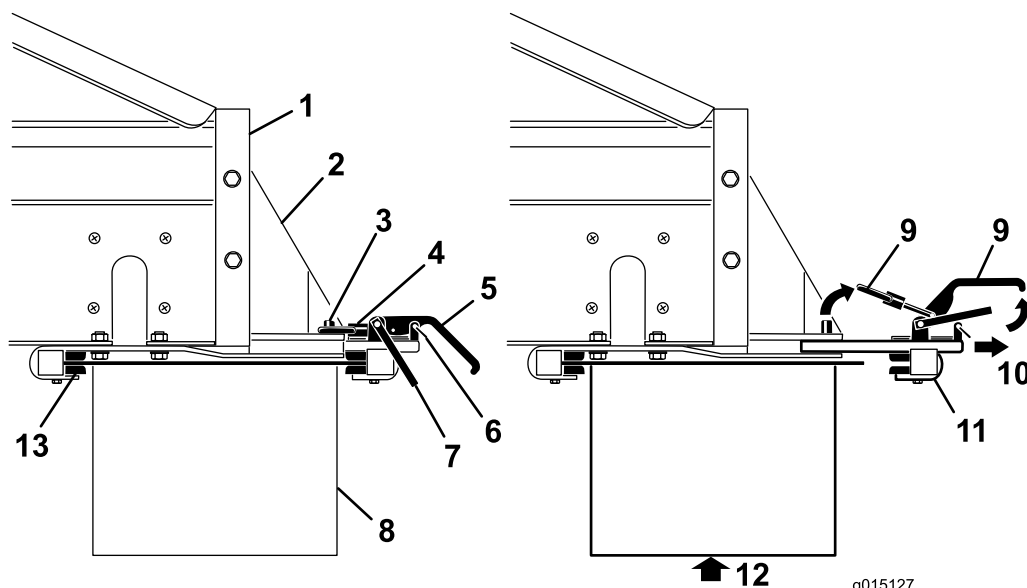

Figura 48
- Retire os cliques do fecho de segurança das pegas da barra de ligação (Figura 48).
- Levante o trinco de segurança, depois levante as pegas da barra de ligação do acessório e liberte os anéis de bloqueio dos pinos de bloqueio (Figura 48).
- Deslize o grampo traseiro de ligação do acessório para fora das ranhuras de ligação rápida (Figura 48).
6. Com ajuda, insira a borda frontal da correia transversal/articulação por cima e por baixo da traseira da máquina para os grampos dianteiros nos suportes (Figura 48).
7. Apoando a correia transversal/articulação, deslize o grampo traseiro ligação do acessório para as ranhuras nos suportes, e por cima da parte de trás (Figura 48).
9. Instale os cliques do fecho de segurança nas pegs do grampo (Figura 48).